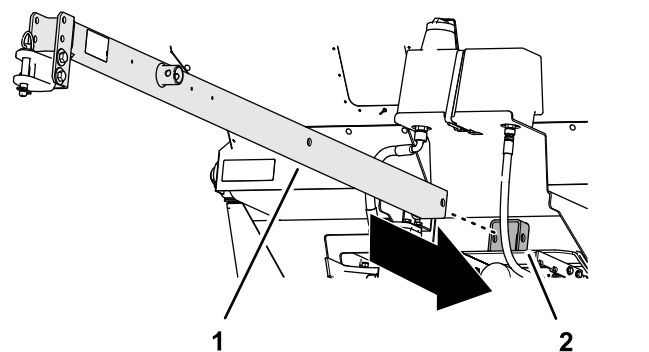

Figura 3
1. Introduzca la barra de tracción por el tubo receptor delantero, por el bastidor de la máquina y por el tubo receptor trasero (Figura 3).